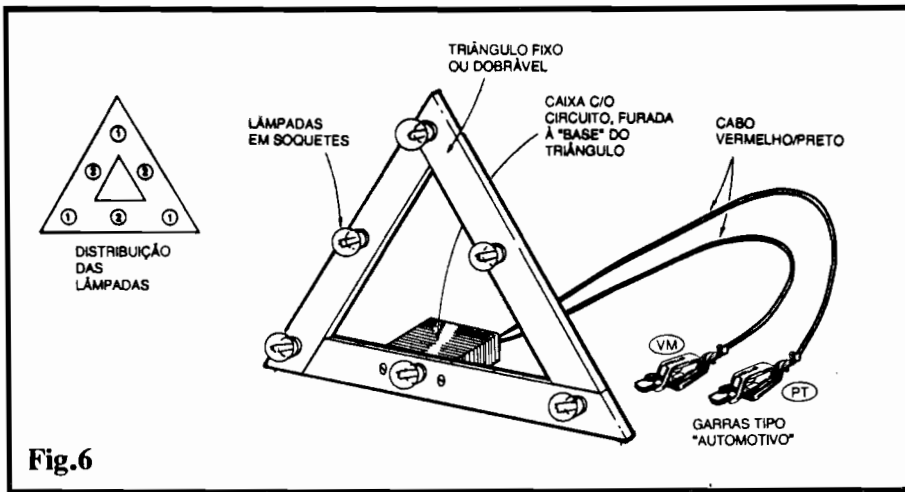

Fig.6
- FIG. 6 - ESTRUTURANDO O NOVO TRIÂNGULO - O "jeitião" geral